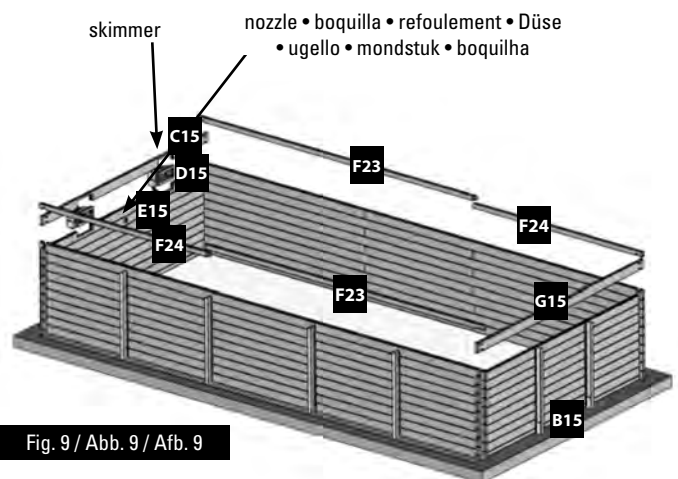

Fig. 9 / Abb. 9 / Afb. 9
**EN Skimmer:** • Place the specific boards of the skimmer facing the prevailing winds. Boards (C15) and (D15) will always be placed over a panel starting by board (B15) (figure 9). • The skimmer will not be stable until the pool is filled. The skimmer (with its flap) is fitted as the same time as the finishing board.
**FR Skimmer:** • Placez les madriers spécifiques au skimmer face aux vents dominants. Les madriers (C15) et (D15) se positionnent toujours sur un pan commençant par un madrier (B15) (figure 9). • Tant que le bassin n'est pas rempli, le skimmer ne sera pas stable. Le skimmer (avec son volet) s'emboîte en même temps que le madrier de finition.
**NL Skimmer:** • Plaats de planken die specifiek voor de skimmer zijn met het gezicht op de overheersende windrichting. De planken (C15) en (D15) worden altijd op een paneel geplaatst en er wordt begonnen met plank (B15) (afbeelding 9). • Zolang het zwembad niet is gevuld, zal de skimmer niet stabiel zijn. De skimmer (samen met zijn afsluiter) wordt op het zelfde moment ertussen gezet als de plank voor de afwerking.